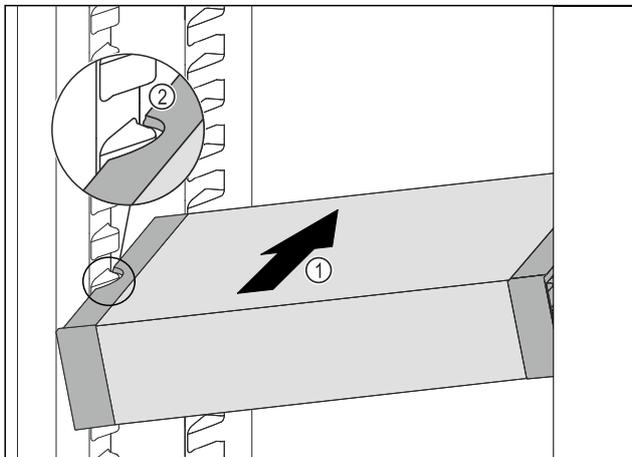

Fig. 127
- Insérer le VarioSafe en biais dans la partie réfrigérateur Fig. 127 (1) jusqu'à ce que les encoches latérales Fig. 127 (2) du VarioSafe se trouvent à la hauteur de la nervure du bac dans la partie réfrigérateur.